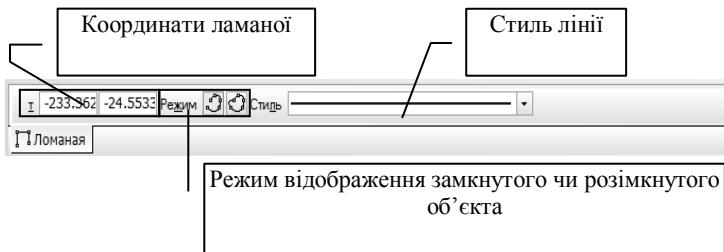

Рис. 2.2. Панель властивостей ламаної
**Ламаний відрізок** – це лінія, яка складається з декількох відрізків і створюється викликом команди Ломаная. Для побудови вказуємо початкову і кінцеву точку відрізка. Далі вказуємо наступні вершини, які будуть характеризувати як кінець так і початок для наступної прямої. У результаті утворюється ломана з прямими відрізками. Основними властивостями даної команди (рис. 2.2) є: утворення замкнутого чи розімкнутого об'єкту.